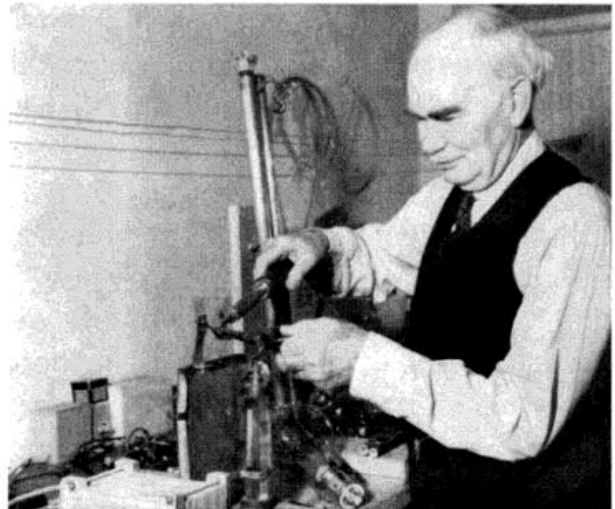

Bild 29: *Lee de Forest* bei der Entwicklung elektromedizinischer Geräte; etwa 1935 [2].
*Lee de Forest* blieb allerdings nicht lange untätig. Er hatte von der zunehmenden Anwendung medizinischer Diathermiegeräte in Europa gehört und sah eine Chance, die Mediziner auch in den USA dafür zu interessieren. Mit zwei Partnern gründete er 1934 wieder einmal eine Firma, etwa die fünfzehnte in seinem Berufsleben. Als erstes reiste er dann nach Europa, um die dortigen Entwicklungen zu studieren. In Berlin besuchte er u.a. *Siegmund Loewe*. *De Forest* stellte fest [2]: "In England wie üblich wenig, in Deutschland viel an Fortschritten." Die neuesten dort gesehenen Konzepte wandte er nach der Rückkehr in seinen Entwicklungen an. Mit dieser, der Bastelei nicht fernen Tätigkeit war *de Forest* wieder in seinem Element (Bild 29). Auch ein Gerät zur Erzeugung künstlichen Fiebers entstand. Die Ärzteschaft und die American Medical Association zeigten sich, und blieben, aber skeptisch. Auch meldete sich bald die U.S.-Funkaufsichtsbehörde FCC und ordnete wegen aufgetretener Störungen die strikte Einhaltung schmaler, zugewiesener Frequenzsegmente im Kurzwellenbereich an. Dies hätte die Verwendung quartzgesteuerter Sender erforderlich gemacht. Wegen der zusätzlichen Kosten, die einen durchsetzbaren Preis unwahrscheinlich machten, wohl auch weil kompliziertere Schaltungen nicht *de Forests* Sache waren, ließ er es wieder einmal zum Bankrott kommen [5].